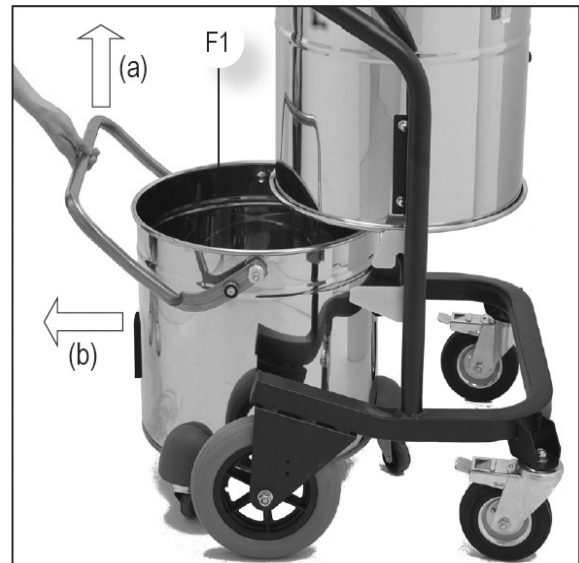

Abb. 14: Entleerung des Tanks
Schritt 4: Ziehen Sie den Hebel (Pos. a, Abb. 14) an und entfernen Sie den Tank F1 in die Richtung „b“ (Abb.14)